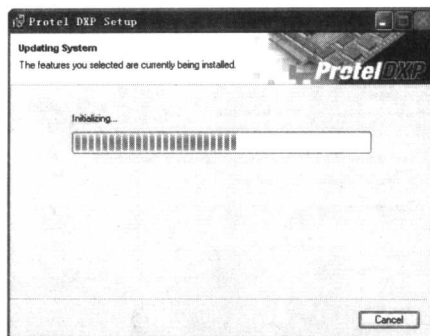

图 1-9 Protel DXP 安装进度
►步骤 7: 单击 Next 按钮, 进入安装进度对话框, 它显示了软件安装的进度, 在安装过程中单击 Cancel (取消) 按钮则可取消安装, 如图 1-9 所示。